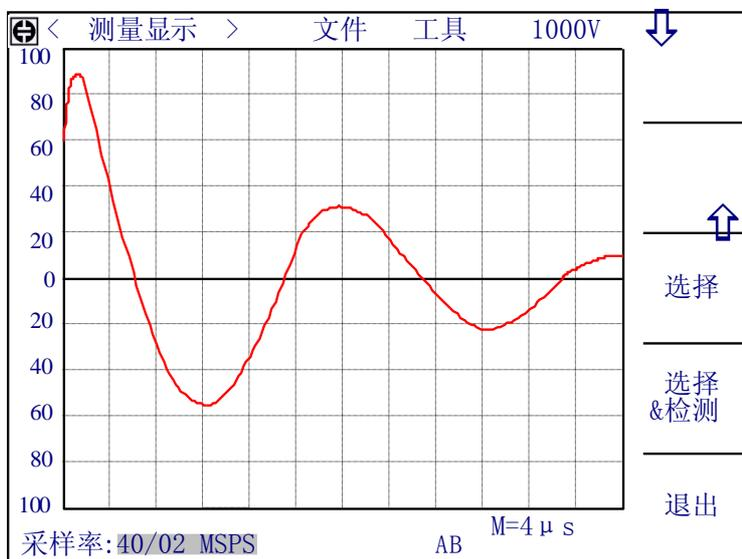

图 4-9 标准波形采样-单次循环
2. 单次循环: 按启动键后,仪器测试每个采样率的标准波形,并且两次采样之间不等等待时间,同时屏幕中央出现**测试中**信息,此时用户可以按**中止测量**软键退出标准波形采样。全部采样结束后,出现如图 4-9 画面,等待用户的操作,此时的可用软键如下: